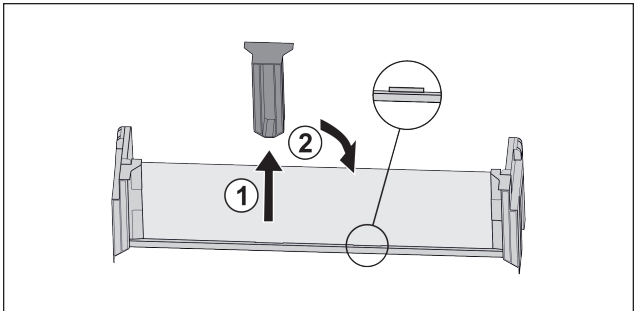

Fig. 101
- ▶ 拉出中间的定位件 Fig. 101 (I)。
- 将中间的定位件插入第二个位置 Fig. 101 (2)。